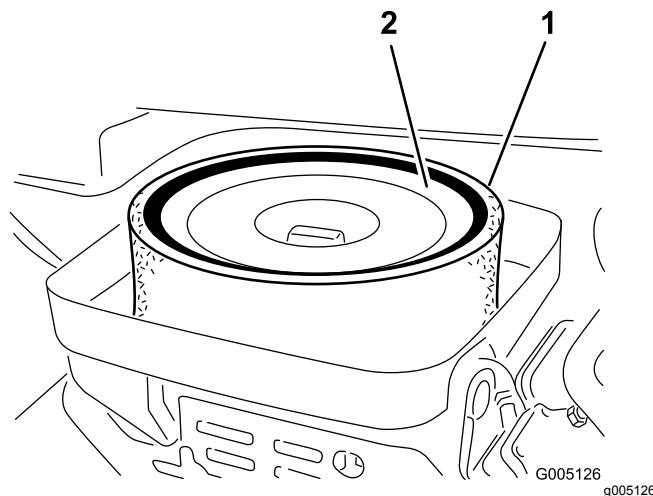

Figura 26
3. Togliete il dado ad alette che fissa gli elementi al corpo del filtro dell'aria (Figura 26).
4. Se l'elemento in schiuma sintetica è sporco, rimuovetelo dall'elemento di carta (Figura 26). Pulitelo accuratamente, come indicato di seguito: